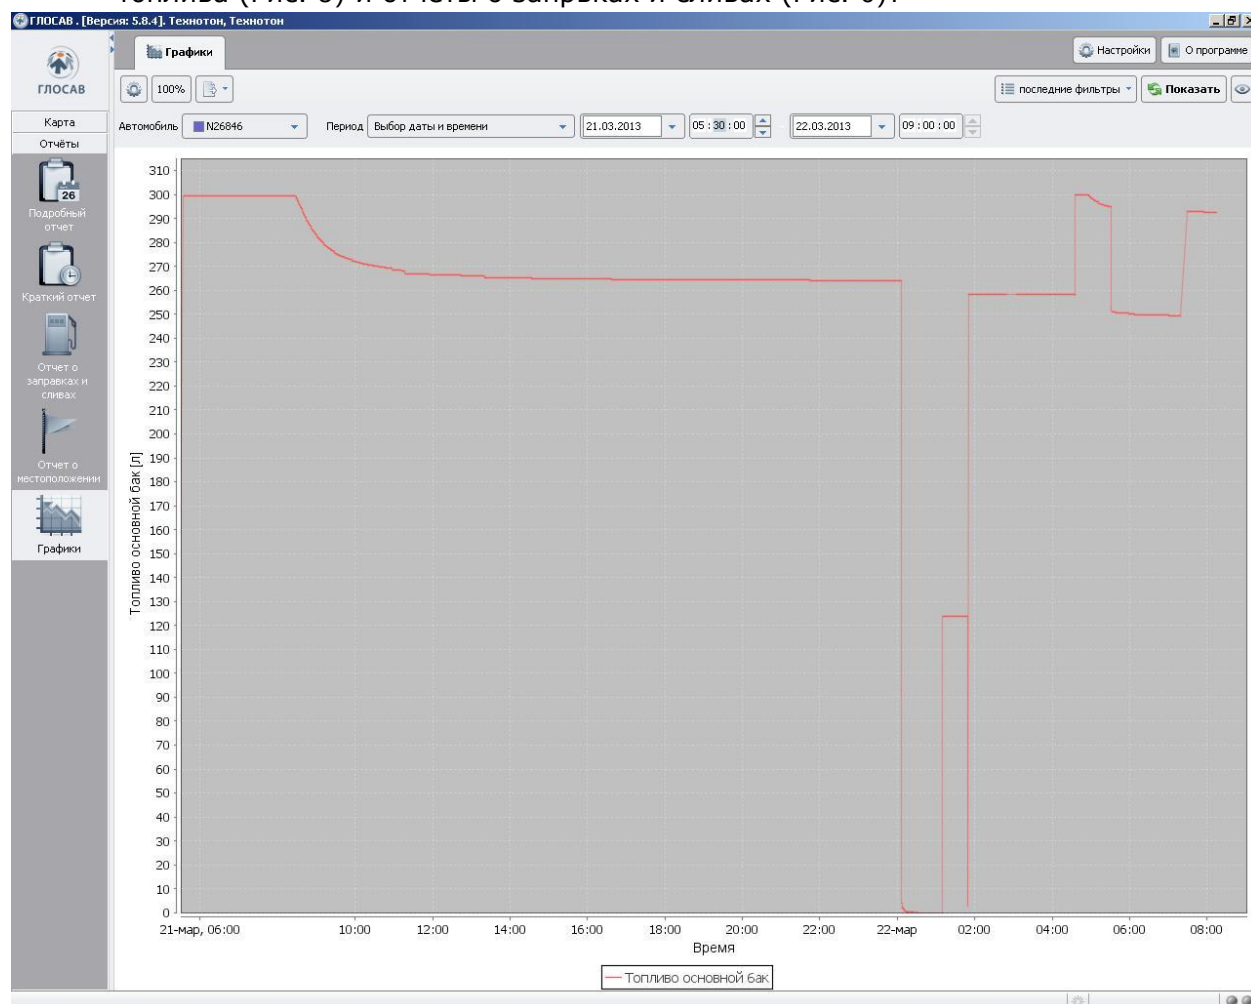
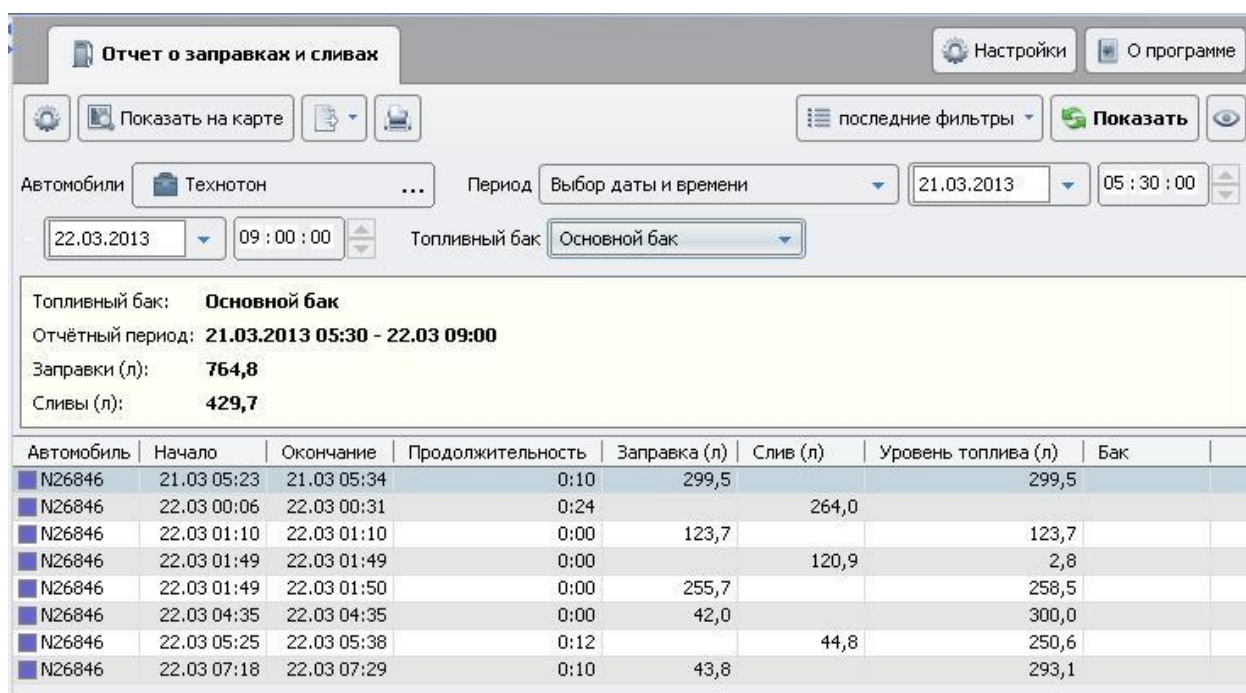

Рисунок 5 Графики уровня топлива
Рисунок 6 Отчет о заправках и сливах
3.3. Проверить в аналитическом ПО «ГЛОСАВ» версия 5.8.4 графики уровня топлива (Рис. 5) и отчеты о заправках и сливах (Рис. 6):